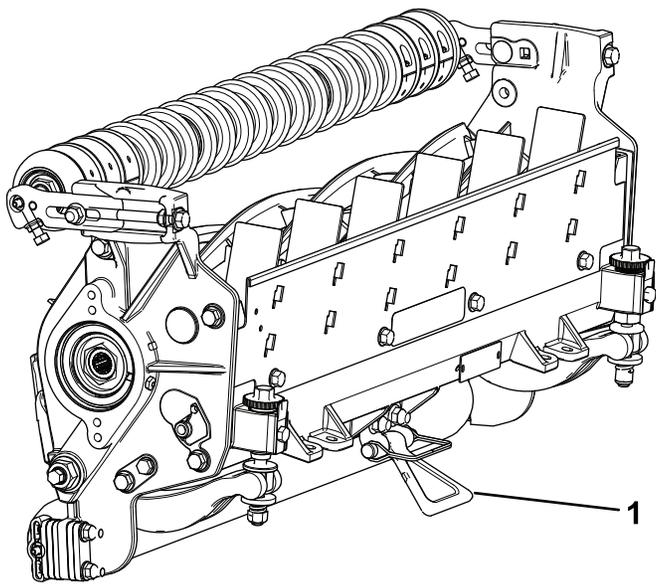

Figura 13
**Importante:** Accertate che i dadi sull'estremità posteriore delle viti di regolazione della barra di appoggio non poggino sulla superficie operativa; utilizzate il cavalletto (Figura 13).